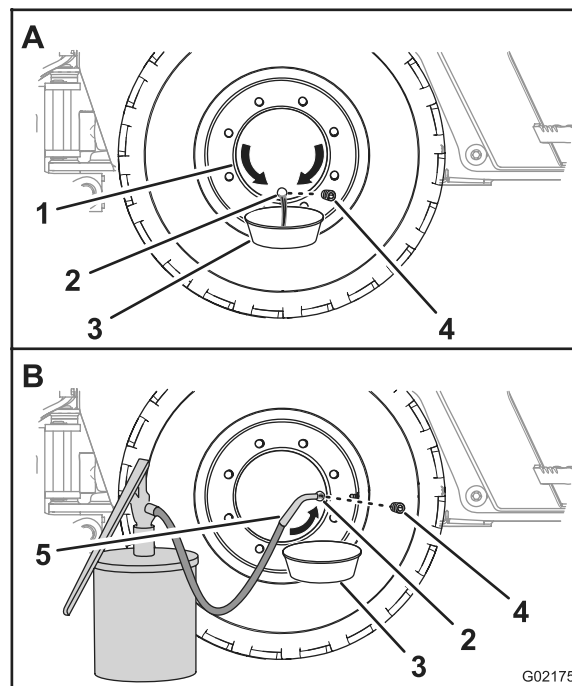

Figura 66
- Mova a máquina para frente ou para trás até que o bujão do cubo esteja na posição de 6 hs (Figura 66).
- Posicione uma bandeja de drenagem sob o orifício de drenagem do cubo (Figura 66).
- Retire o bujão e drene o óleo do planetário (Figura 66).
- Mova a máquina para frente ou para trás até que o bujão do cubo esteja na posição de 3 hs ou 9 hs (Figura 66).